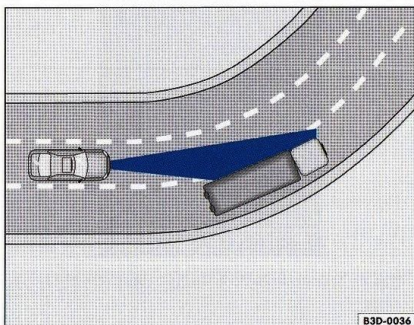

Fig. 30 Autovehicul în timpul unui viraj.
- la viraje ⇒ fig. 30
La intrarea într-un viraj sau la ieșirea dintr-o curbă mai lungă, se poate întâmpla ca senzorul radar să reacționeze la un autovehicul de pe banda alăturată ⇒ fig. 30 și să frâneze autovehiculul. Frânarea poate fi întreruptă prin accelerare.